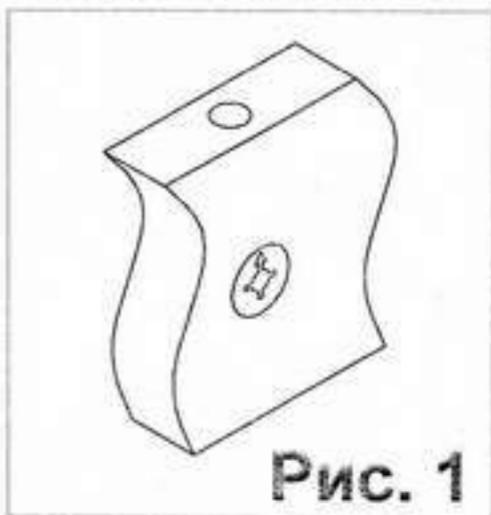

Рис. 1
Взять стенку заднюю выдвижного ящика Ф1 и забить в соответствующие отверстия шканты (1). Соединить боковины ящика Ф4 и Ф5 с задней стенкой Ф1. Фиксацию производить при помощи евровинтов (14). Далее положить каркас ящика на заднюю стенку Ф1 и забить шканты (1) в соответствующие торцевые отверстия на боковинах ящика, Ф4 и Ф5 и вставить стяжки растекс (12) (см.рис.1). После этого вставить дно ящика Ф6 в пазы на каркасе ящика, таким образом, чтобы дно ящика Ф6 вошло в паз на стенке задней ящика Ф1. Далее закрутить в переднюю панель ящика Ф3 в